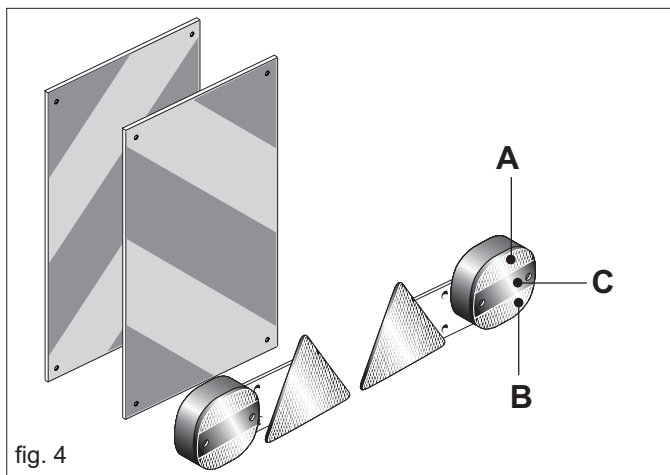

fig. 4
- 37) Când dimensiunile echipamentului purtat sau purtat parțial acoperă dispozitivele de iluminare și de semnalizare ale tractorului, acestea trebuie instalate și pe echipamentul în sine, conform reglementărilor codului rutier din țara respectivă. Când mașina este în funcțiune, asigurați-vă că sistemul de lumini este în perfectă ordine de funcționare. Este de asemenea important să rețineți că secvența corectă de semnalizare a farurilor include (Fig. 4):